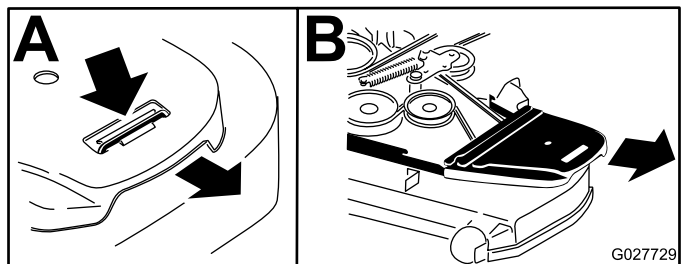

Figura 86
6. Togliete i copricinghia (Figura 86).